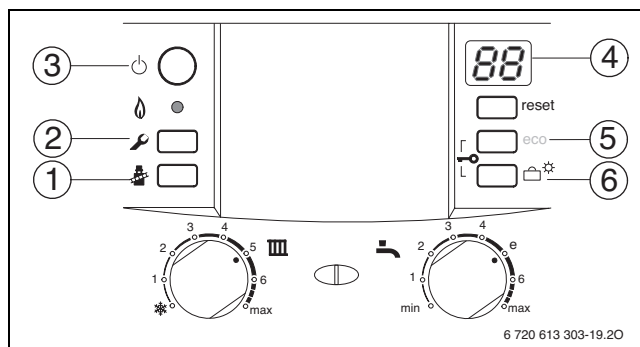

Рис. 38 Обзор элементов управления
- ▶ Нажимать кнопку (5) или кнопку (6) (→ рисунок 38) до тех пор, пока не будет отображена необходимая сервисная функция.
- ▶ Одновременно нажимать кнопки (5) и (6) (→ рисунок 38) в течение 3 секунд (на дисплее будет отображено до тех пор, пока на дисплее снова не отобразится комбинация цифра.буква, напр. 8.А).
- ▶ Нажимать кнопку (5) или кнопку (6) (→ рисунок 38) до тех пор, пока не будет отображён необходимый параметр сервисной функции.
- ▶ Одновременно нажимать кнопки (5) и (6) (→ рисунок 38, страница 37) в течение 3 секунд (на дисплее будет отображено ) до тех пор, пока на дисплее не отобразится функция первого уровня, напр., 1.A.
- ▶ Отвинтить пробку на измерительном патрубке для измерения давления перед форсункой (3) (→ стр. 43) и подсоединить U-образный манометр.
- ▶ Нажимать кнопку (5) или кнопку (6) (→ рисунок 38, страница 37) до тех пор, пока не будет отображено необходимое давление перед форсункой.